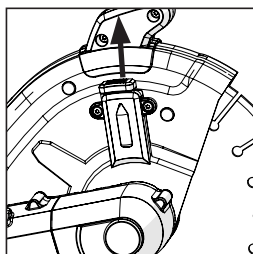

FIG. 4
- Azionare il sistema di blocco del coprilama tirando verso l'alto il perno di blocco. (Fig. 4)